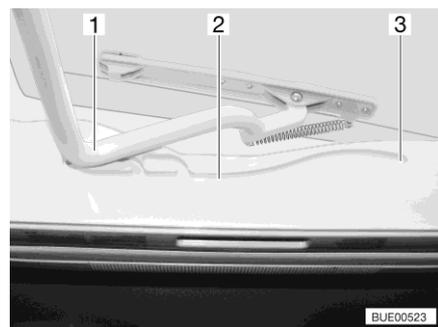

Fig. 81 Guía (claraboya Heki)
- Tirar el estribo (Fig. 81,1) en las guías (Fig. 81,2) hasta la posición trasera final (Fig. 81,3).
- Empujar el estribo (Fig. 81,1) ligeramente hacia arriba con ambas manos.
- Tirar el estribo en las guías (Fig. 81,2) hasta la posición deseada.